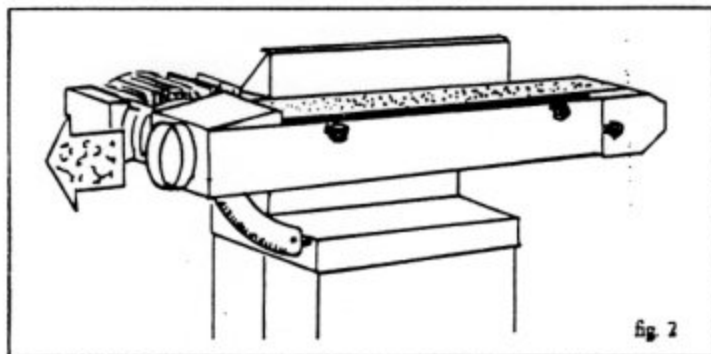

fig. 2
- a) machine équipée de bouche d'aspiration D 120 sur le carter, coté moteur (fig. 2)